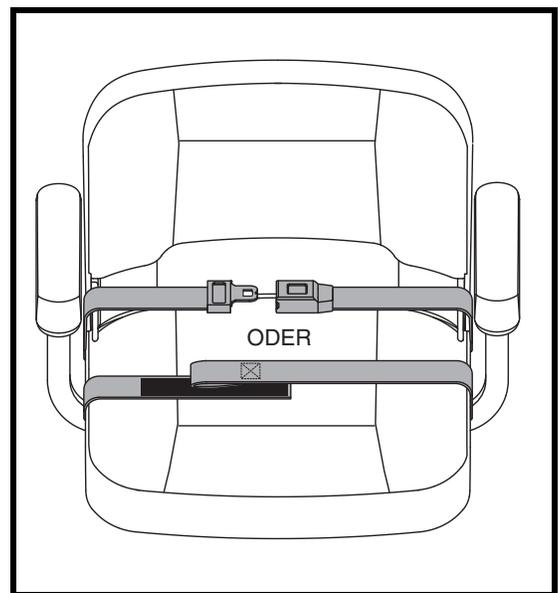

Abb. 19. Rückhaltgurte–Rückhaltgurt mit Schloss oder Rückhaltgurt mit Klettverschluss
1. Schloßzunge in das Schloßteil stecken, bis der Schnellverschluß hörbar einrastet. **Siehe Abb. 19.**
1. Führen Sie die beiden Enden des Gurts zusammen, so dass die eine Seite des Klettverschlusses, an der sich die Schlaufen befinden, direkt über der raueren Seite mit den Widerhaken liegt. Zum Sichern fest zusammendrücken. **Siehe Abb. 19.**